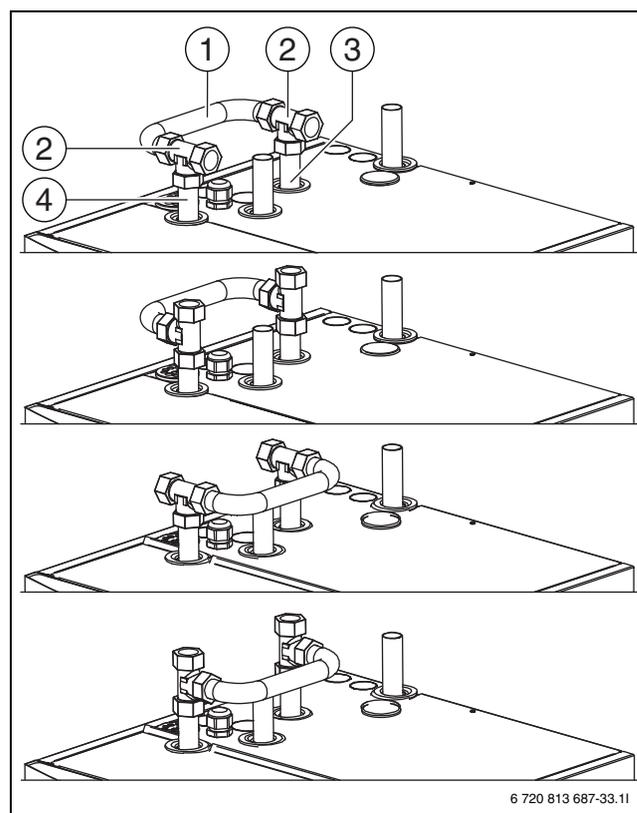

Рис. 19 Байпас
- ▶ Подключите обратную линию отопительной системы к [4] (→ рис. 19).
- ▶ Подключите подающую линию отопительной системы к [3] (→ рис. 19).
Смонтируйте байпас и тройники в соответствии с показанными вариантами (→ рис. 19).